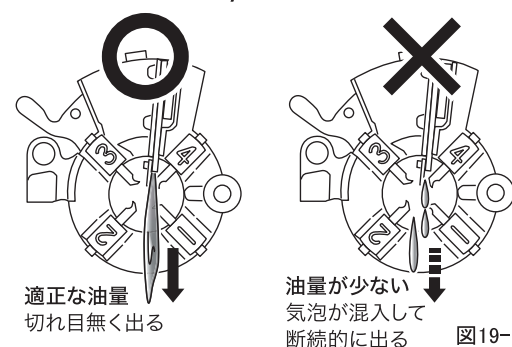
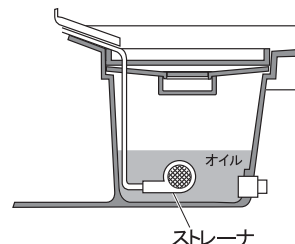

図19-1
図19-2
② ダイヘッドから出るねじ切り油が適正な量であることを確認してください。
- ・ (図 19-1) ダイヘッドから出るねじ切り油の量が少ないときは、タンク内のねじ切り油の量が、ストレーナが十分に隠れるだけ入っているかを確認してください (図 19-2)。少なければねじ切り油を補充してください。